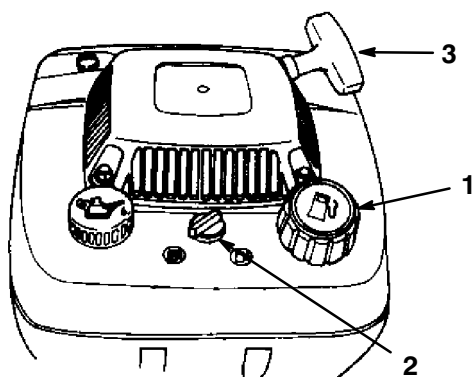

Figure 6
1. Nettoyer tout autour du bouchon du réservoir d'essence et retirer le bouchon (Fig. 6).
- Ouvrir le robinet d'essence (Fig. 6).